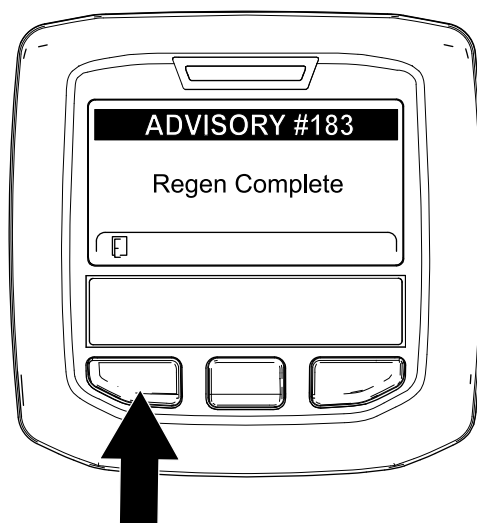

Рисунок 85
9. Когда компьютер двигателя завершает процесс стационарной или восстановительной регенерации, на дисплее инфо-центра появляется ИНФОРМАЦИОННОЕ СООБЩЕНИЕ № 183 (Рисунок 85). Для перехода на главный экран нажмите левую кнопку.